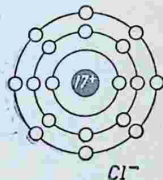

Рис. 23. Ион хлора (Cl^-).
2) или приобретением из окружающей среды электронов для дополнения до 8 электронов во внешнем слое, который в таком случае будет соответствовать инертному газу аргону, а атом хлора превратится в отрицательно заряженный ион-анион (рис. 23).